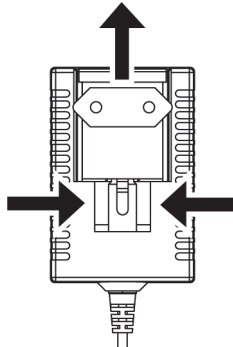

Abb. 6 PS4: Netzadapter auswechseln
3. Anderen Adapter wie zuvor beschrieben einsetzen (siehe Abb. 6).